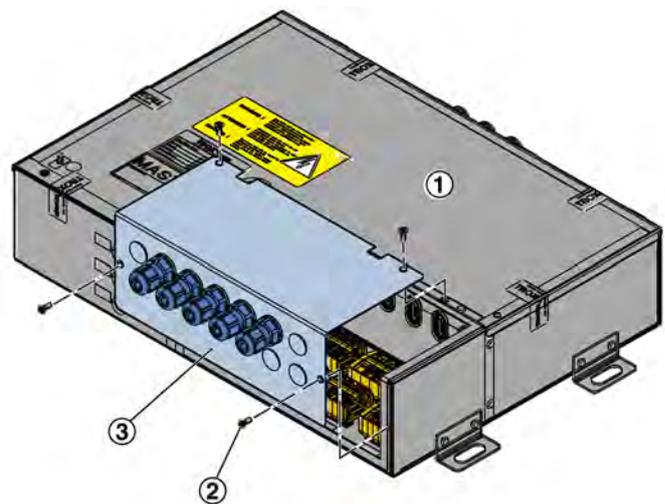

Abb. 52: Elektroanschlüsse SCHOOLAIR-D
1. ▶ Revisionsdeckel Regelung (Abb. 52 /3) der Reglerbox demontieren, dazu die Kreuzschlitzschrauben (Abb. 52 /2) lösen und den Deckel abnehmen.
Der 230 Volt Anschlussbereich (Abb. 52 /1) der Reglerbox darf nicht geöffnet werden.